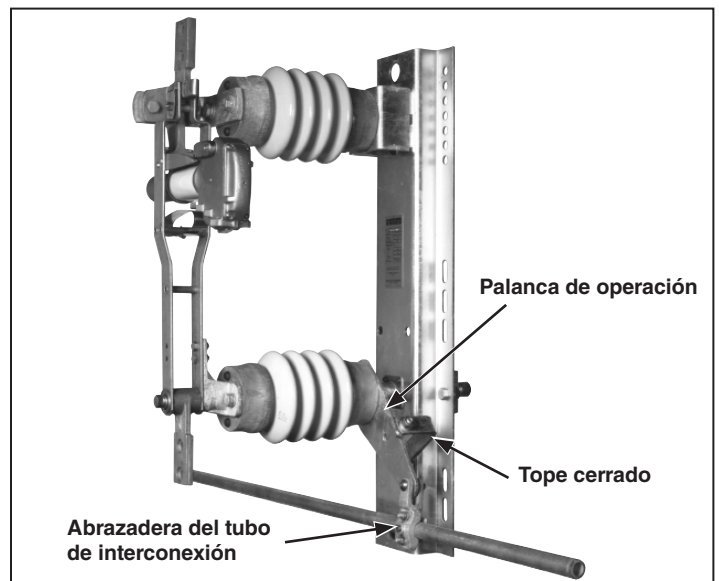

Figura 2. Vista detallada de la unidad de polo del interruptor.
**PASO 2.** Coloque una abrazadera para tubo de interconexión a cada palanca de operación de los polos del interruptor. Vea la Figura 2.